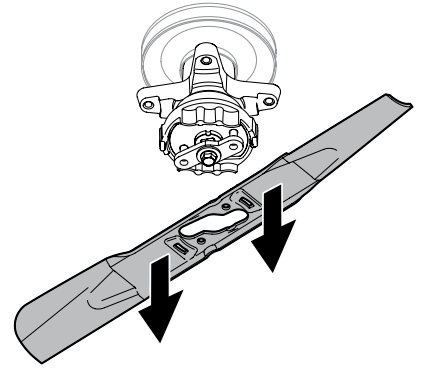

Figura 4-8
- Cuando el agujero en el centro de la hoja se alinee con el retenedor de la hoja del jinete, baje con cuidado la hoja. Ver Figura 4-8.